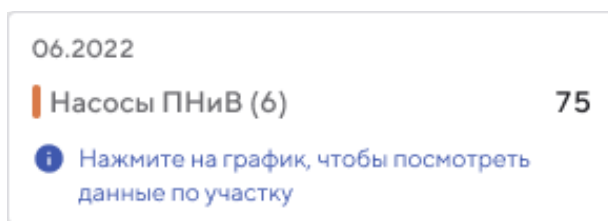

Рисунок 184 – Дополнительное окно с детальной информацией по выбранной диаграмме
5. Подведите указатель к столбцу диаграммы вида оборудования. Откроется дополнительное окно (Рисунок 184).
В дополнительном окне (см. Рисунок 184) отображается следующая информация: